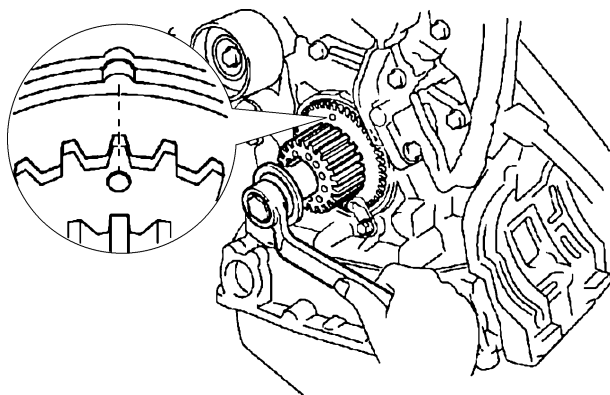

图 24-16 曲轴带轮上的正时标记与机油泵壳体上的标记对齐
7) 按照图 24-16 所示, 转动曲轴, 使曲轴带轮上的正时标记与机油泵壳体上的标记对齐。
- ③ 将曲轴转动 2 周，然后按照图 24-16 所示，将曲轴带轮和机油泵壳体上的标记对齐。